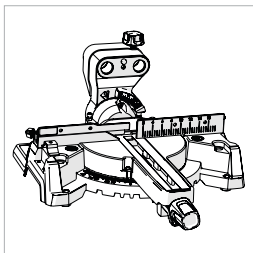

Fig. 3
- La base giratoria y el cuello de bisel (**Fig. 3**)